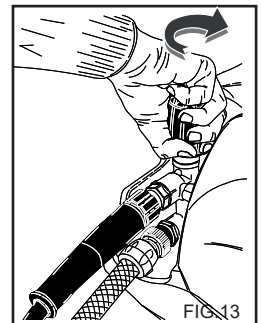

FIG.13
O dispositivo regulador de pressão, fig. 13, permite regular a pressão de trabalho. Rodando o manipulo C no sentido inverso ao dos ponteiros do relógio (B) (mínimo) obtém-se uma redução da pressão de funcionamento.